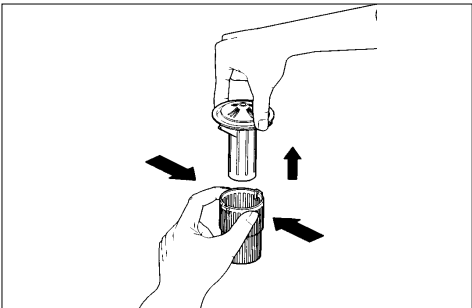

Abb. 12b
- Entfernen Sie das Sieb (E), indem Sie in das Filtergehäuse (siehe Abb. 12b) kneifen. Nehmen Sie gleichzeitig das Sieb gerade heraus.
- Entfernen Sie erst den unteren Sprüharm, bevor Sie den Grobfilter (A) aus Kunststoff herausnehmen.
- Öffnen Sie das Gehäuse (B) und entfernen Sie den Grobfilter (A).